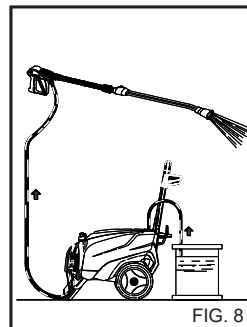

FIG. 8
Après l'emploi d'un détergent, le circuit d'aspiration doit être rincé avec de l'eau propre (fig. 8).
1) Après l'emploi avec du détergent, rincer le circuit d'aspiration; enfilez le tuyau d'aspiration (fig. 8) du détergent dans un bidon d'eau propre et faire fonctionner la pompe pendant 1 minute avec le robinet de dosage complètement ouvert et la lance en phase de sortie du détergent.
4) Après l'emploi avec du détergent, rincer le circuit d'aspiration; enfilez le tuyau d'aspiration (fig. 8) du détergent dans un bidon d'eau propre et faire fonctionner la pompe pendant 1 minute avec la lance en phase de sortie du détergent.